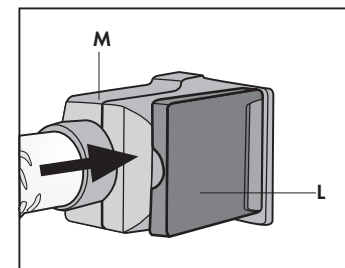

Fig. 22
- Fechar a tampa da presa de acessórios (L) no corpo do engate rápido verificando que as duas peças se enganchem (**Fig. 22**).